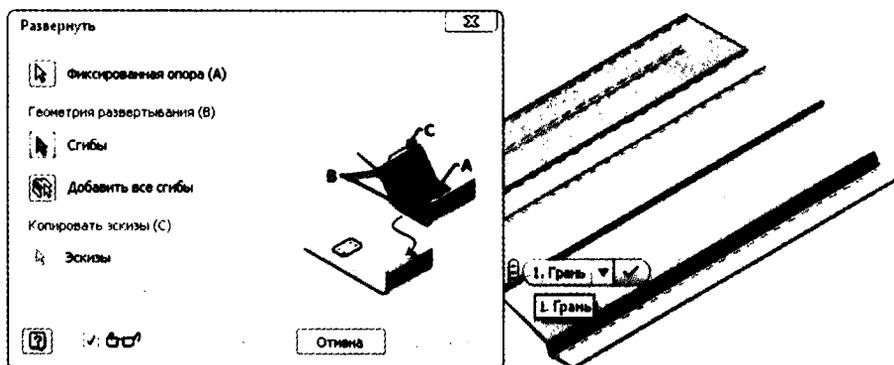

Рис. 10.13. Удаление одной из складок детали
4. После того как базовая грань будет выбрана, сгибы детали подсветятся. Щелкните на сгиб, показанный на рис. 10.13, затем нажмите **ОК**.